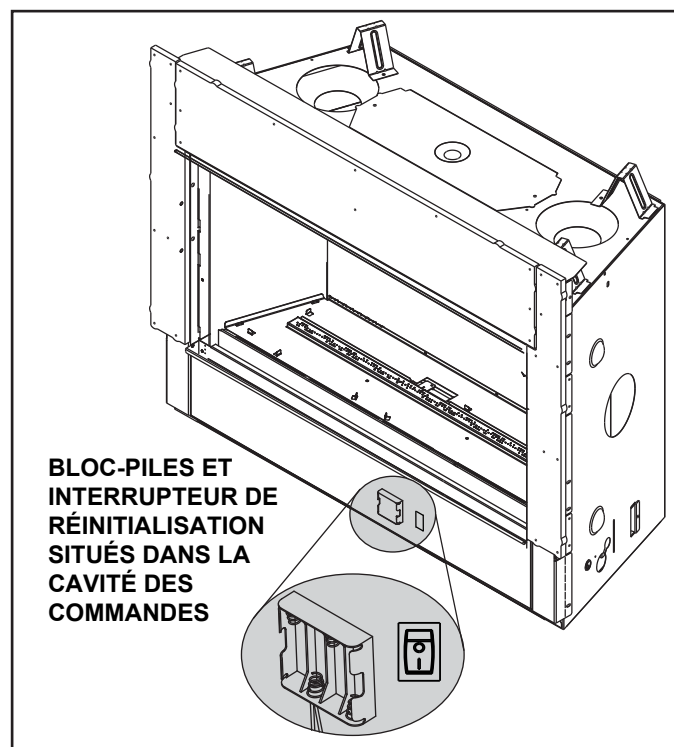

Figure 3.8 Emplacement du bloc-piles/cavité des commandes
Le système d'allumage intermittent IntelliFire® Tactile est livré avec un système de piles de secours permettant au système de fonctionner pendant une panne d'électricité. Le système offre une transition sans interruption entre l'alimentation CA et les piles de secours. Le bloc-piles installé en usine se trouve dans la cavité des commandes de l'appareil. Voir la figure 3.8. La longévité et la performance des piles seront affectées par une exposition à long terme aux températures de service de cet appareil.
1. Le bloc-piles se situe dans la cavité des commandes de l'appareil. Pour accéder à la cavité des commandes de l'appareil, retirez la façade décorative et l'assemblage de la vitre. Voir la section 4 pour les instructions de retrait de l'assemblage de la vitre. Voir la figure 3.8 pour l'emplacement du bloc-piles.
2. Localisez le bloc-piles et retirez-le de la cavité des commandes. Il est maintenu en place par un crochet et une fixation à boucle. Insérez quatre piles AA. La polarité des piles doit être respectée pour éviter d'endommager le module. Voir la figure 3.8. Un schéma complet du câblage est inclus dans la section traitant de l'électricité, dans le manuel d'installation de l'appareil.
L'appareil dispose d'un interrupteur de réinitialisation situé à l'intérieur de la cavité des commandes. Voir les figures 3.8 et 3.10 pour obtenir l'emplacement approximatif.